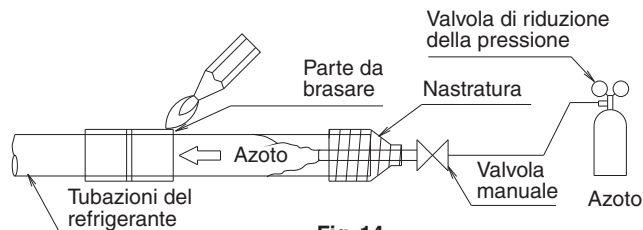

Fig. 14
- Quando si esegue la brasatura della tubazione di raffreddamento, eseguire prima la sostituzione dell'azoto oppure eseguire la brasatura (nota 2) mentre si alimenta azoto nella tubazione di raffreddamento (nota 1) e infine collegare l'unità interna utilizzando le connessioni svasate. (Fare riferimento alla Fig. 14)